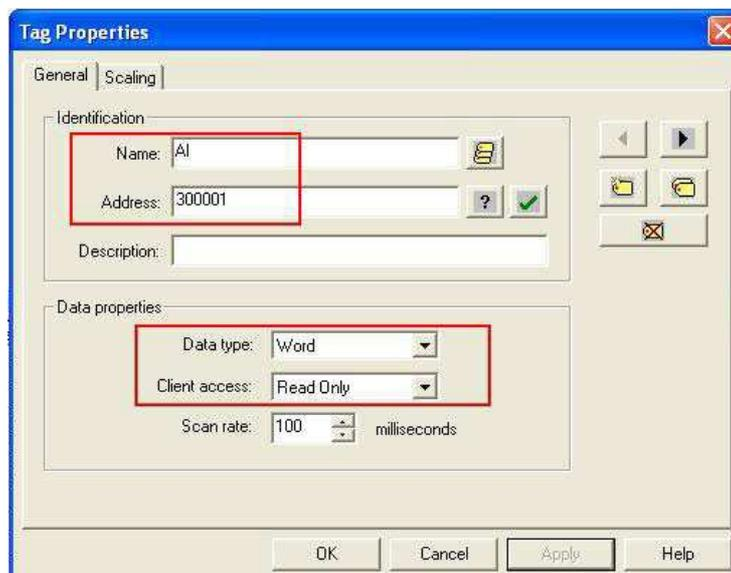

Рис.13
2.11 Определите тег AI (Рис.13) и нажмите **Apply**, чтобы сохранить параметры каналов.